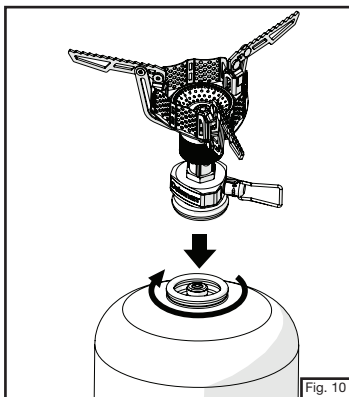

Fig. 10
- Retire la botella de GLP del hornillo. (Fig. 10)